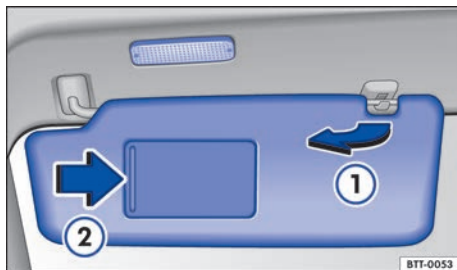

Fig. 76 Para-sol
- Retirar do suporte e girar na direção das portas → Fig. 76 ①.
No para-sol rebatido para baixo há um espelho de cortesia atrás de uma cobertura. Ao abrir a cobertura → Fig. 76 ② uma lanterna se acende.